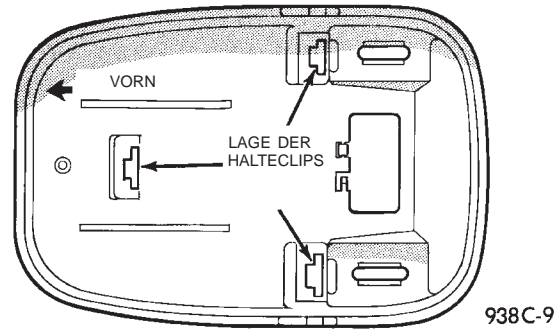

Abb. 8 Halterung der Mini-Konsole abbauen
(1) Deckenkonsole wie in diesem Kapitel beschrieben abbauen.
(2) Dachhimmel abbauen. Näheres hierzu siehe Kapitel 23, "Karosserie".
(3) Mit einem Hartkunststoffstab die Halteclips der Halterung lösen (Abb. 8).
(4) Halterung aus dem Fahrzeug nehmen.